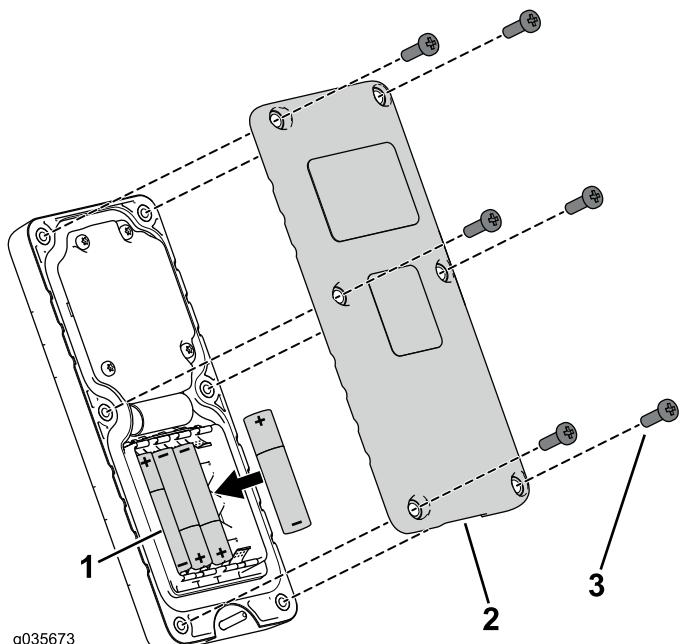

Figura 27
2. Instale as pilhas no encaixe terminal observando a devida polaridade (Figura 27).
3. Coloque a tampa e prenda-a com os seis parafusos previamente removidos (Figura 27) e aperte-os com uma força de 1.5 a 1.7 N m.